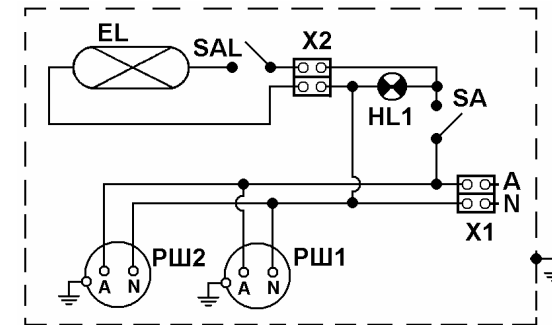

Рис.4
7.4 Схема электрическая принципиальная приведена на рис.4.